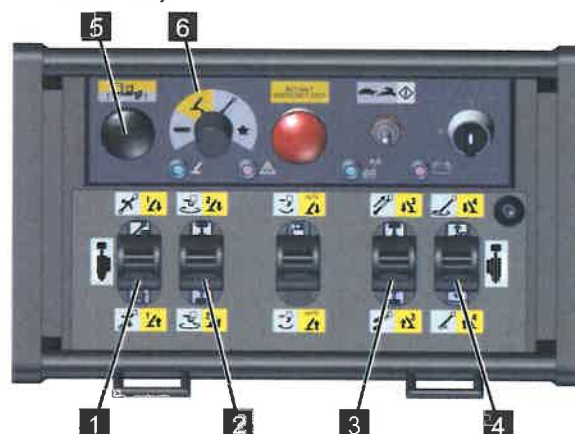

Abb. 128
4. Den Funktionswahlschalter auf [Stützenfunktion] (gelb) (Abb.128/6) stellen.
5. Den Kollisionstaster (Abb.128/5) gedrückt halten.
6. Mit den Steuerhebeln (Abb.128/1,2,3 und 4) die gewünschte(n) Stütze(n) gemäß nachfolgender Tabelle bedienen.